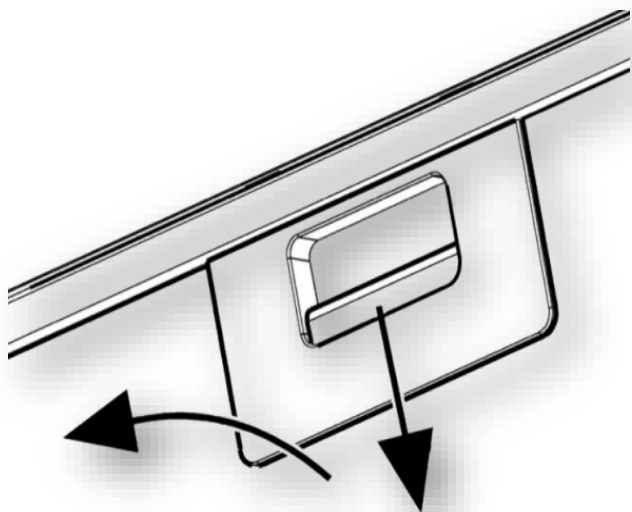

Рис.6
8.7 Для снятия алюминиевого фильтра (рис.6) необходимо нажать на пружинную задвижку 1 и, потянув на себя и вниз 2, снять фильтр с панели. Установку фильтра выполнить в обратном порядке.